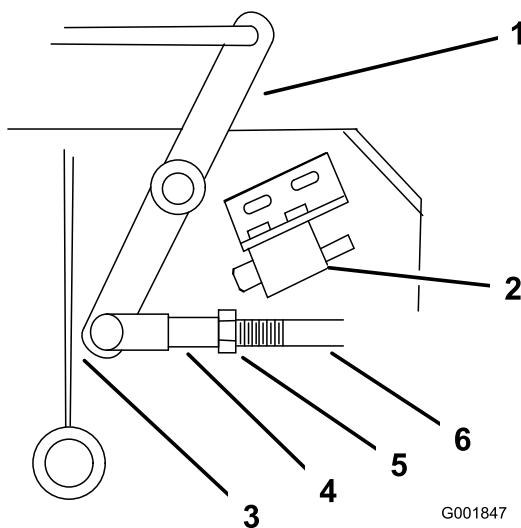

Figura 49
4. Regolate la lunghezza della tiranteria fino a portarla al punto in cui la leva a squadra di discosta dal raccordo del supporto dell'asse (Figura 49).
9. Allentate il dado contro la forcella (Figura 49).